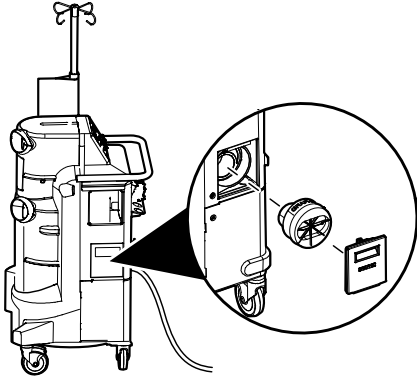

Abbildung 2 – Filter entfernen und installieren
2. Die Klappe des Filterfachs entfernen (Abbildung 2).
- Den neuen Filter in das Filterfach einsetzen und die Klappe wieder anbringen (Abbildung 2).